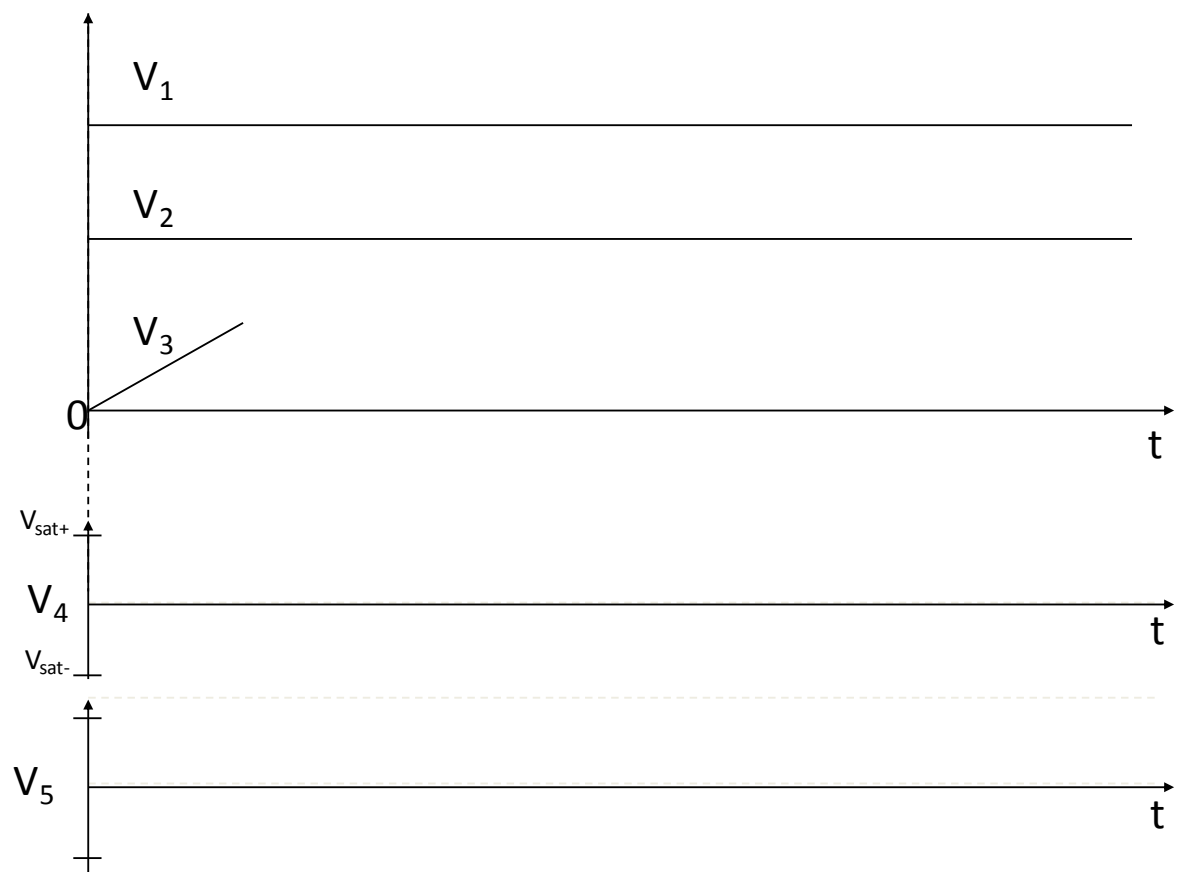

Figure 2 : Chronogramme du circuit d'émission
- 8- Sur la figure 2 en annexe, représentez l'évolution de $V_3(t)$ et $V_4(t)$ au cours du temps.
- 10- Sur la figure 2 en annexe, représentez l'évolution de $V_5(t)$ au cours du temps.